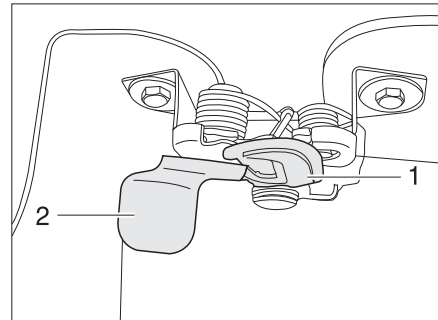

Bild 32 Entriegelungshebel Motorhaube außen
- Mit einer Hand unter die Motorhaube greifen und den Sicherungshaken (Bild 32,1) betätigen. Dazu hinter die Platte (Bild 32,2) greifen und die Platte nach vorn ziehen.